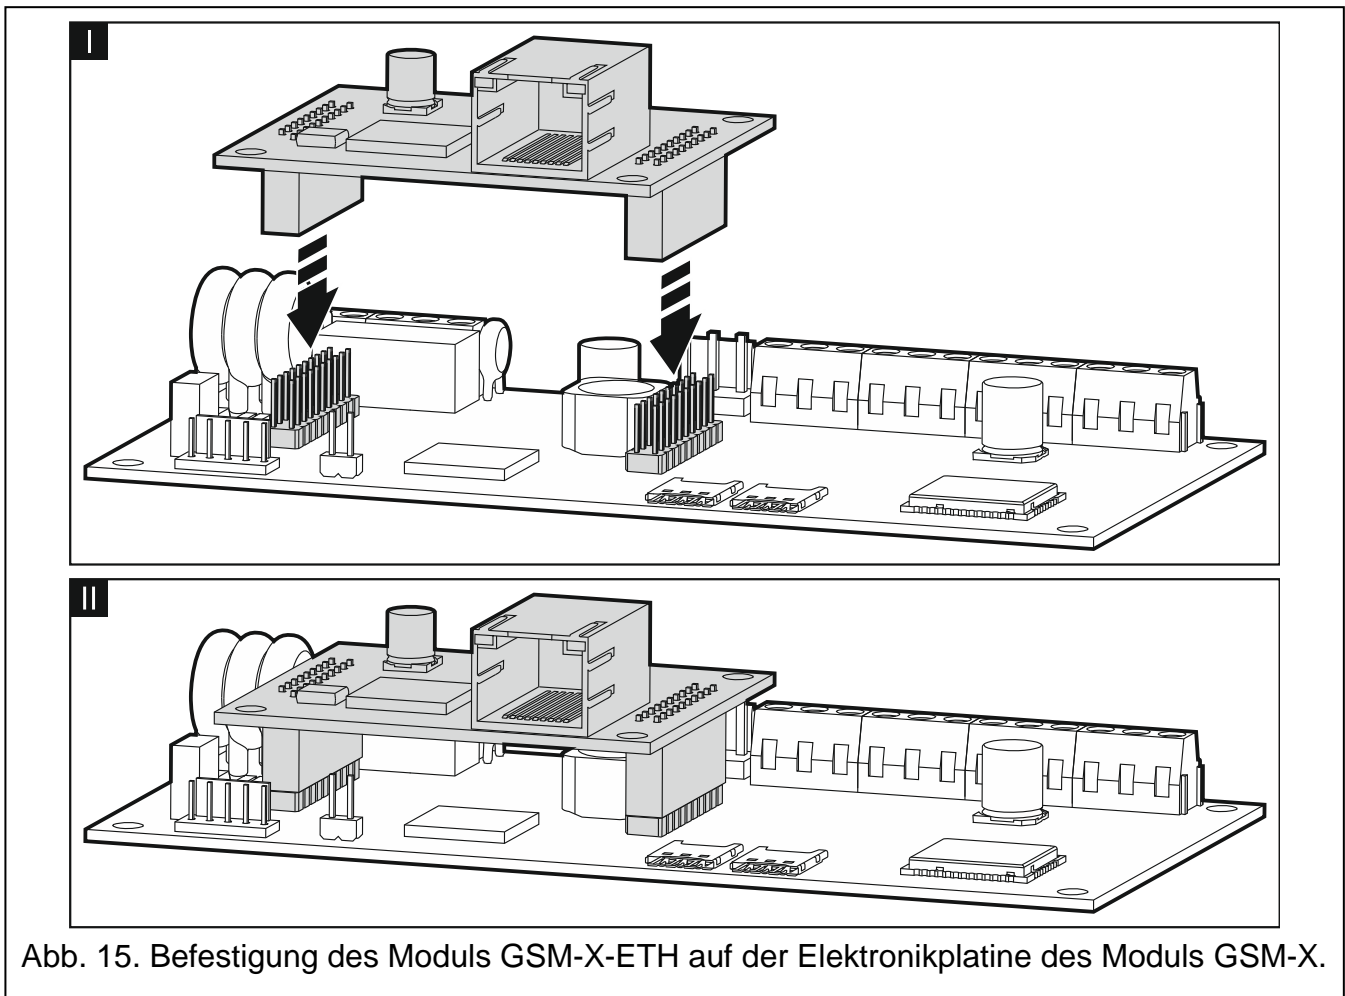

Abb. 15. Befestigung des Moduls GSM-X-ETH auf der Elektronikplatine des Moduls GSM-X.
3. Montieren Sie das Ethernetmodul GSM-X-ETH in den Anschlüssen auf der Elektronikplatine des Moduls GSM-X (Abb. 15).